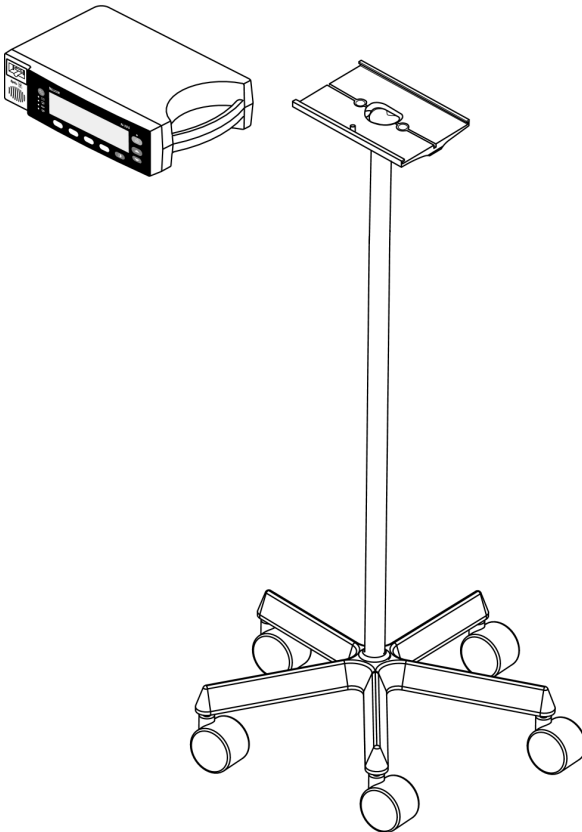

Figura 6: Juego de montaje en base rodante tipo GCX
- Juego de montaje en base rodante tipo GCX. Véase la Figura 6, página 16.
El montaje GCX sobre base rodante se conecta a la placa de montaje GCX del monitor N-395, tal como se muestra en la Figura 6. Si desea obtener más instrucciones sobre la conexión del montaje GCX sobre base rodante, consulte las instrucciones de uso ilustradas incluidas con dicho componente.